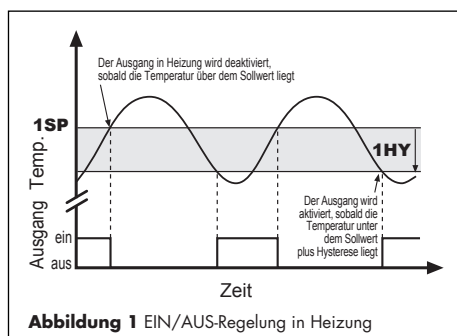
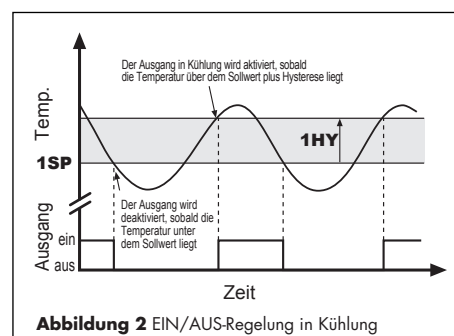

Abbildung 1 EIN/AUS-Regelung in Heizung
Abbildung 2 EIN/AUS-Regelung in Kühlung
4.2. EIN/AUS-REGELUNG. Im EIN/AUS-Modus befindet sich der Eingang je nach Eingangstemperatur, Sollwert (**1SP**) und Hysterese (**1HY**) auf EIN oder AUS. Die Hysterese gibt die Abweichung der Temperatur vom Sollwert an, um den Ausgang neu zu aktivieren. Eine Erhöhung des Wertes der Hysterese bewirkt eine verminderte Schaltfrequenz des Ausganges. Eine Senkung des Wertes der Hysterese führt zu einer verfeinerten Regelung. Für den Heizbetrieb des Kanals 1 muss **1HY** ein negativer Wert zugewiesen werden (siehe Abbildung 1), für den Kühlbetrieb ein positiver Wert (siehe Abbildung 2). Mit **1HY=0** wird der Ausgang permanent ausgeschlossen. Nach einer Umschaltung bleibt der Ausgang in seinem neuen Zustand für eine Mindestzeit von **1CT** Sekunden, unabhängig vom Temperaturwert.
(**2SP/2DF**) und Hysterese (**2HY**) auf EIN oder AUS. Die Hysterese gibt die Abweichung der Temperatur vom Sollwert an, um den Ausgang neu zu aktivieren. Eine Erhöhung des Wertes der Hysterese bewirkt eine verminderte Schaltfrequenz des Ausgangs. Eine Senkung des Wertes der Hysterese führt zu einer verfeinerten Regelung. Für den Heizbetrieb des Kanals 1 muss **2HY** ein negativer Wert zugewiesen werden (siehe Abbildung 1), für den Kühlbetrieb ein positiver Wert (siehe Abbildung 2). Mit **2HY=0** wird der Ausgang permanent ausgeschlossen. Nach einer Umschaltung bleibt der Ausgang in seinem neuen Zustand für eine Mindestzeit von **2CT** Sekunden, unabhängig vom Temperaturwert.